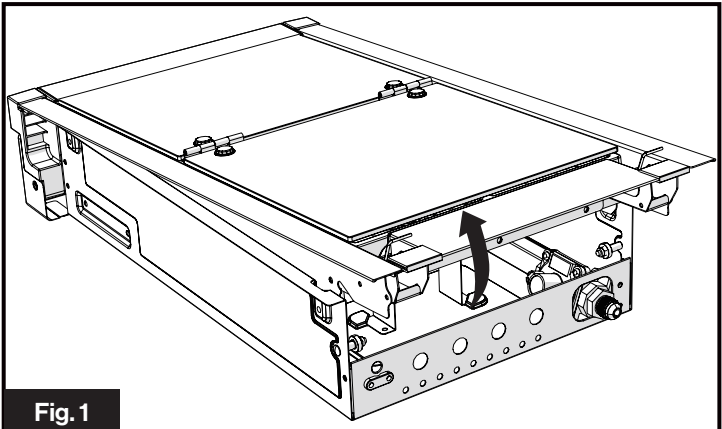
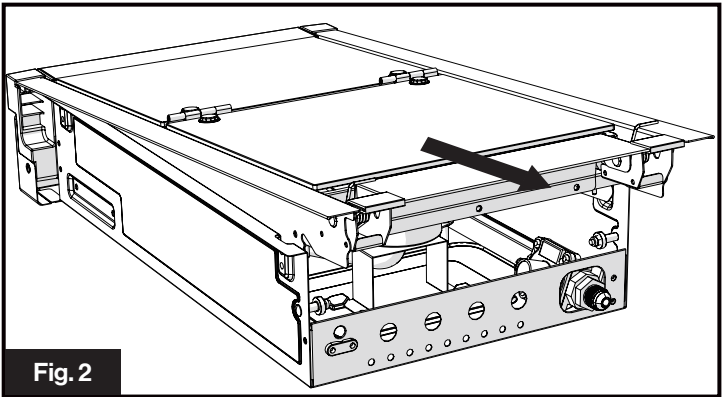

Fig. 1
Fig. 2
- Levante el conjunto de la cubierta de vidrio superior en la parte trasera, emp jelo hacia atr s y luego tire para quitarlo. (Fig.1)(Fig.2)